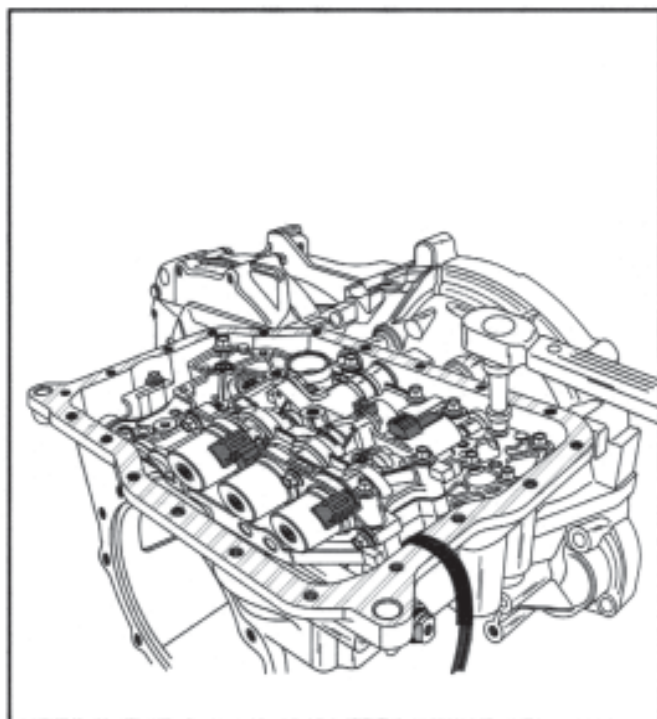

Figura 160
16. Aperte todos os parafusos do corpo de válvulas/ carcaça com torque de 9 N-m (80 in.lb.), conforme ilustrado na Figura 160.